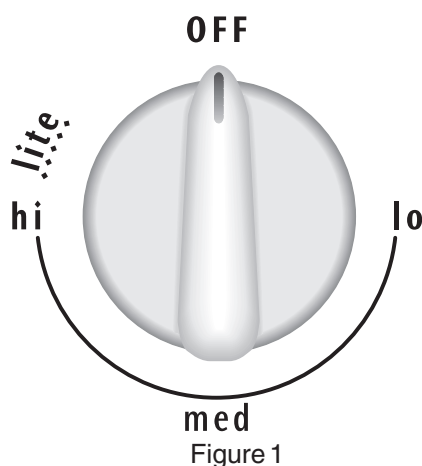

Figure 1
2. Appuyez sur le bouton de commande et tournez-le **dans le sens inverse des aiguilles d'une montre** (voir figure 1).